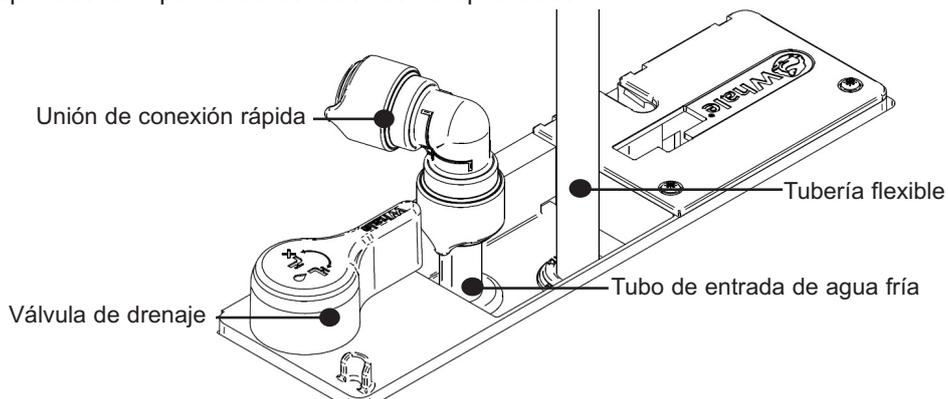

Fig. 31 Conexión al suministro de agua caliente
Paso 9 Conexión al suministro de agua caliente (ver Fig. 31)